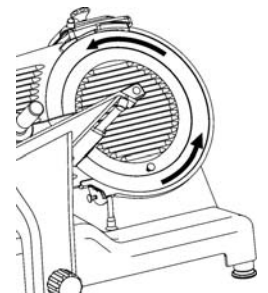

Abb. 19
Die Drehrichtung des Schneideblatts überprüfen, indem man den Druckknopf "I" (ON) einschaltet und gleich darauf mit "0" OFF ausschaltet. Von der Schneideblattabdeckung aus gesehen muss das Schneideblatt im Gegenuhrzeigersinn drehen (Abb.19). Sollte das Schneideblatt nicht richtig